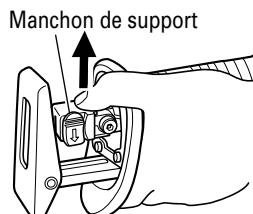

Fig. 9
- (4) Quand on relâche le levier, la force de ressort ramène automatiquement le levier sur la position correcte. (Fig. 9)